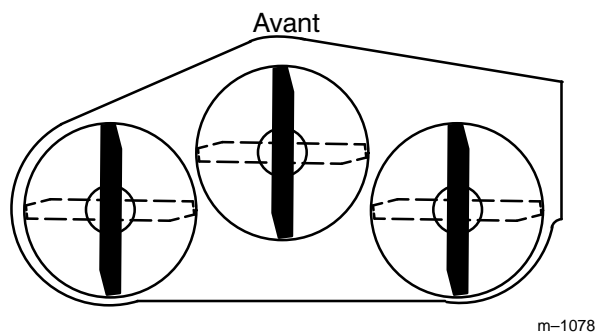

**Figure 12**
1. Inspecter les arêtes de coupe (Fig. 12). Si elles ne sont pas tranchantes ou si elles présentent des traces de coups, déposer les lames et les aiguiser, voir Aiguisage des lames, page 14.
2. Inspecter les lames, surtout à l'endroit de l'incurvation (Fig. 12). Si une lame semble endommagée ou usée ou s'il s'y forme une entaille (Fig. 12, no 3), la remplacer immédiatement.